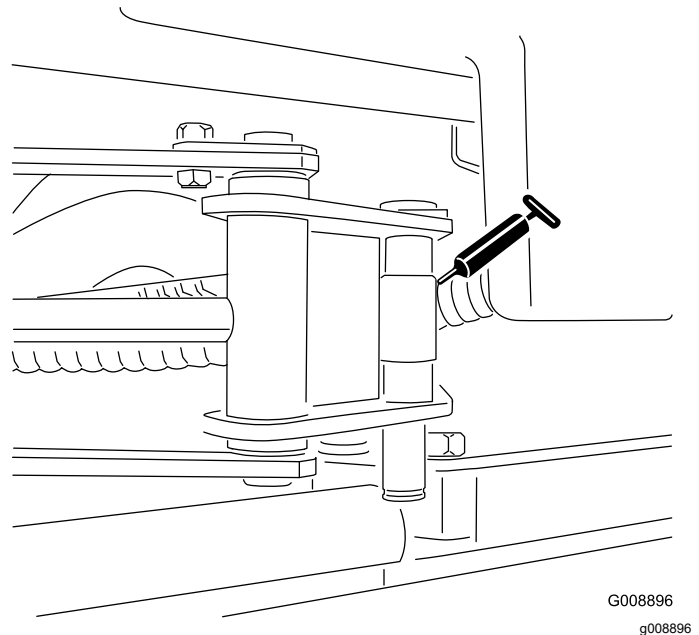

Bild 58
- SideWinder-Zylinderenden (zwei Schmiernippel; nur Modell 03171 - Bild 58)